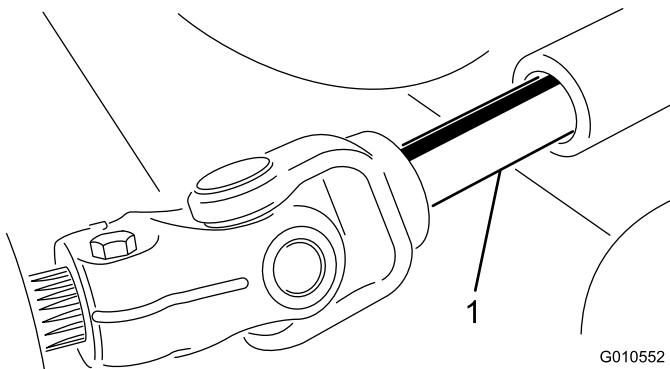

Figure 27
5. Eloignez le plateau de coupe de la machine, en séparant les parties mâle et femelle de l'arbre de PDF (Figure 27).
3. Insérez l'arbre de PDF mâle dans l'arbre de PDF femelle (Figure 27).